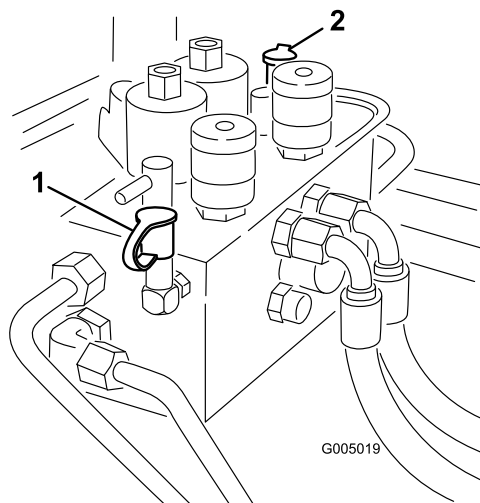

図 81
2. テストポート 図 81 は 前カッティングユニットの油圧回路の故障探究用です
3. テストポート 図 81 は 後カッティングユニットの油圧回路の故障探究用です